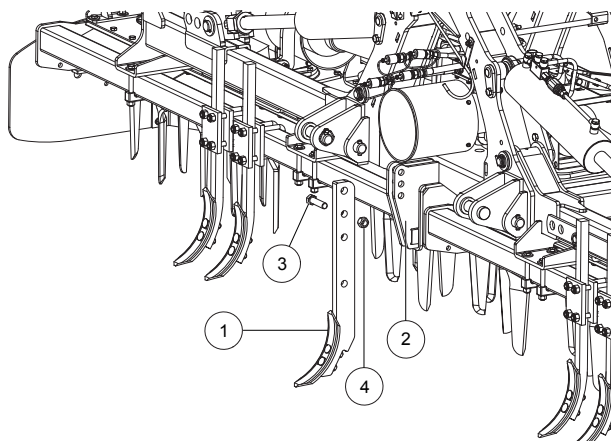

FIG. 10
- Den Zinken (1, "Fig. 10") in den zentralen Träger (2) einsetzen.
- Die Position mit dem Bolzen (3) regulieren.
- Den Bolzen mit entsprechenden Stift (4) absichern.
Mit der Maschine in Transportstellung (Fig. 10) ragen die Deflektoren nach unten über die Silhouetten (oder Abstützbasis) des Egges selbst hinaus: **VOR DEM ABSTÜTZEN DER MASCHINE AUF DEN BODEN, DIE DEFLEKTOREN ABBAUEN.**
ES IST UNTERSAGT, DIE MASCHINE IN TRANSPORTSTELLUNG (Fig. 10) TEILWEISE ODER AUF NACHGIEBIGEN OBERFLÄCHEN ABZUSTÜTZEN: die Deflektoren abbauen und sich vergewissern, dass der Boden imstande ist, die Maschine zu stützen, ohne nachzugeben oder sich zu verformen und dass die Maschine vollständig abstützt.